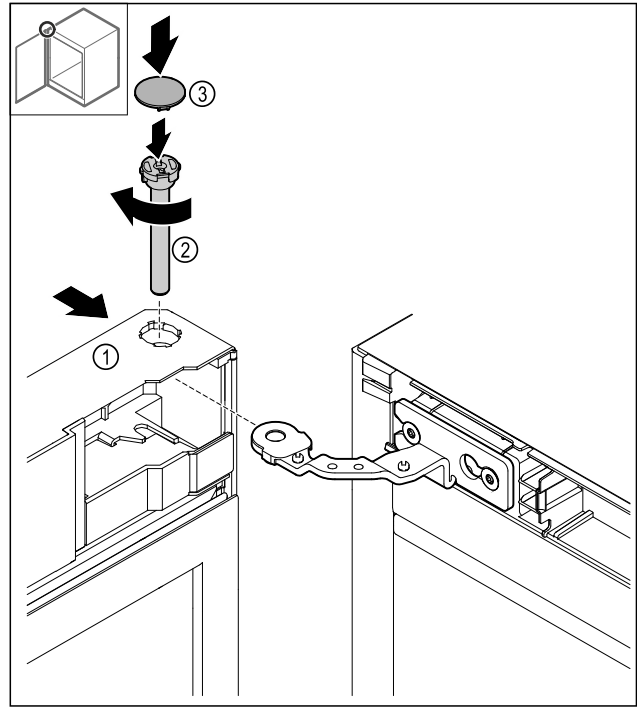

Fig. 43
- ▶ Felül tolja az ajtót Fig. 43 (1) a zsanérra.
- ▶ A csapot Fig. 43 (2) dugja be, és az óra járásával egyező irányban húzza meg.
- ▶ Helyezze fel a fedelet Fig. 43 (4).